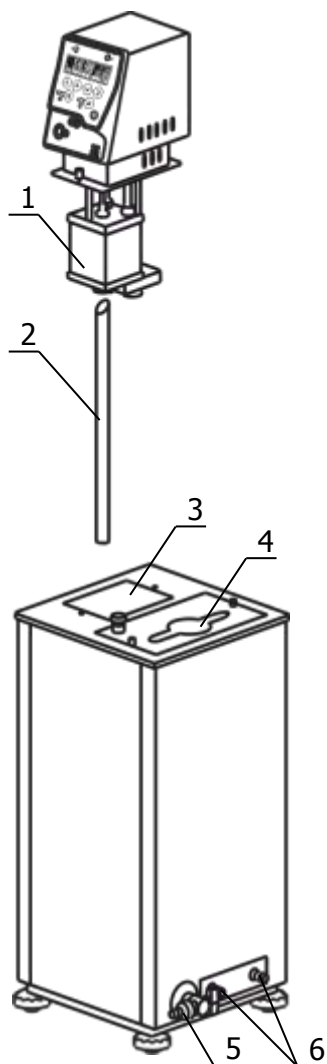

Рисунок 3 — Установка блока регулирования
2.2.3 Вставить выходную трубку 2 (рисунок 3) косым срезом до упора в резервуар 1 блока регулирования и зафиксировать ее винтом.
Причина отсутствия перемешивания — неправильная работа насоса, вызванная воздушной пробкой, образовавшейся в резервуаре 1 (рисунок 3). Для ее устранения необходимо:
2.4.5 Надеть сливной шланг из комплекта поставки на сливной кран 5 (рисунок 3) и закрепить его хомутом. Свободный конец шланга опустить в емкость для сбора теплоносителя объемом не менее 30 литров.